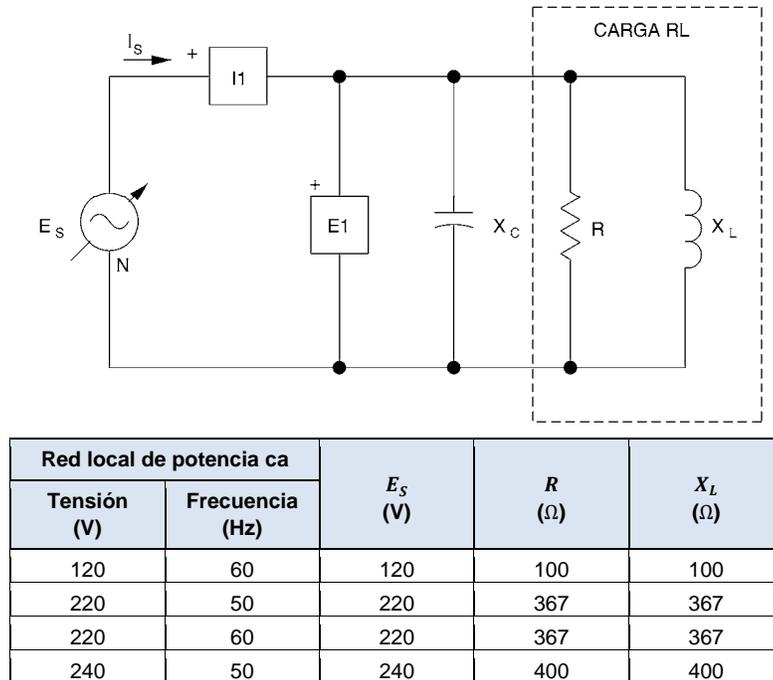

Figura 5-6. Corrección del factor de potencia adicionando reactancia capacitiva.
11. Modifique el circuito RL, agregando reactancia capacitiva en paralelo con la carga, como lo muestra la figura 5-6. Asegúrese de que todas las secciones del módulo Carga capacitiva están en paralelo y que todos los interruptores de dicho módulo se encuentran abiertos.